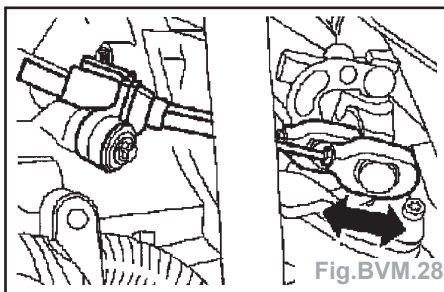

Fig. BVM.28
- Commuter la boîte de vitesses en position «ralenti» (flèche) (Fig. BVM.28).